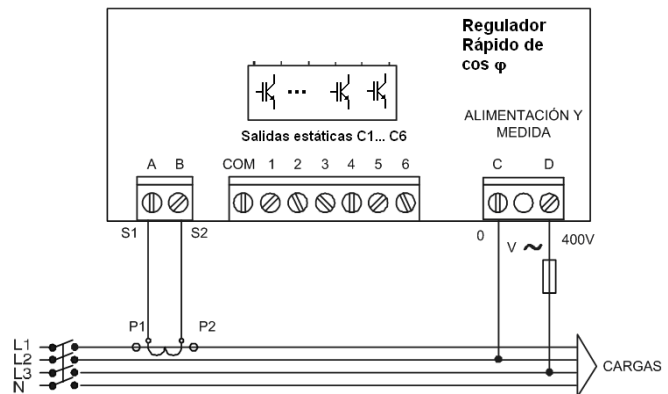

Fig. 6-2 .- Conexión de un regulador con un solo TC
- Comprobar la indicación de  $\cos \phi$  del regulador. Si la indicación está fuera del rango 0,5 a 1, existe la sospecha de que el transformador de corriente y / o la alimentación del regulador estén mal conectados. La mayoría de reguladores usan un solo transformador de corriente. En ese caso conectar según la fig. 6-2 (colocar el transformador de corriente en la fase L1 y la alimentación de tensión tomarla de las fases L2 y L3)